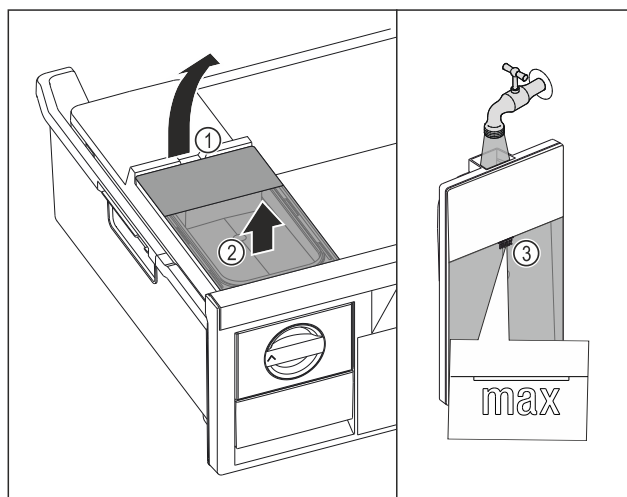

Fig. 103
- ▶ Emelje fel a víztartályt a kivágásnál Fig. 103 (1).
- ▶ Felfelé vegye ki a víztartályt. Fig. 103 (2)
- ▶ Ivóvízzel tölts fel a jelölésig Fig. 103 (3) a víztartályt.